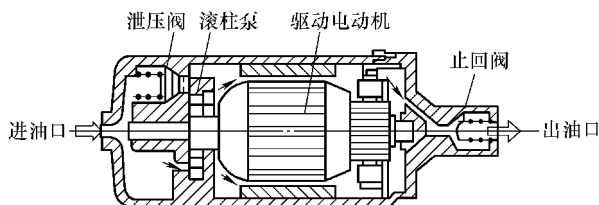

图 5-11 滚柱式电动燃油泵的结构和工作原理
(3) 滚柱式电动燃油泵的结构和工作原理 滚柱式电动燃油泵主要由驱动电动机、滚珠泵、泄压阀、止回阀和阻尼减振器等组成，如图 5-11 所示。